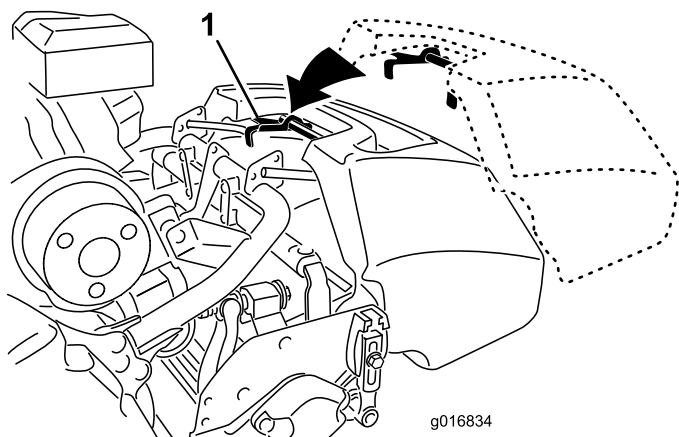

图9
1. 抓住集草斗的手柄(图9)。
2. 将集草斗凸缘放入滚刀组侧板之间、前滚筒之上(图9)。
3. 将集草斗钩安装到环形机架上(图9)。